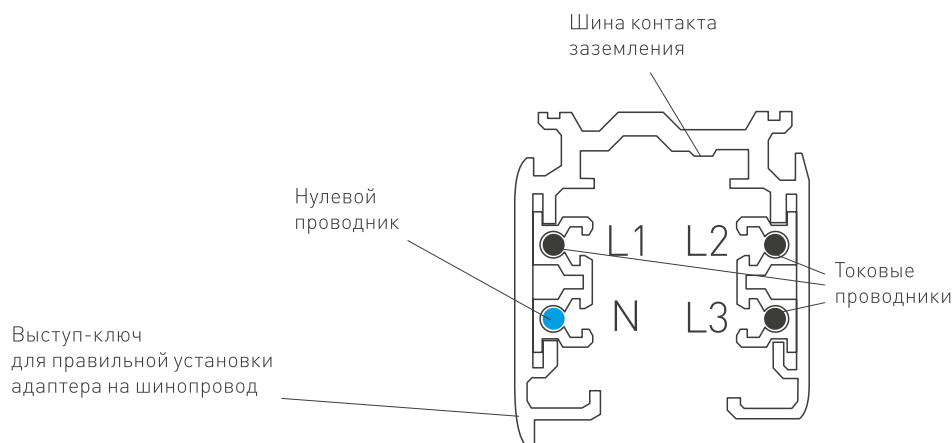

Рисунок 1. Конструкция шинопровода
1. На шинопроводе «нейтраль» (N) является контактом, находящимся со стороны выступа корпуса (рис. 1).